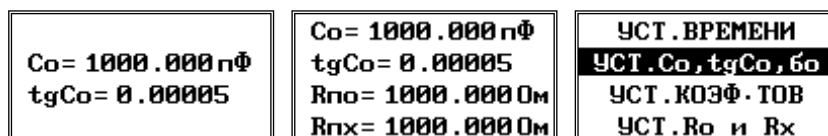

Рисунок 61
7.1.15 В данном случае это емкость C_0 и тангенс угла диэлектрических потерь $\text{tg}(\delta_0)$ образцового конденсатора, а также сопротивления защитных резисторов $R_{п0}$ и $R_{пх}$ при выборе подрежима измерения с компенсацией помех общего вида (рисунок 61).